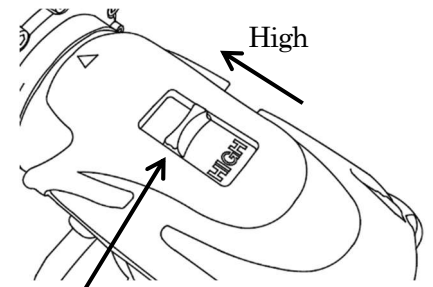

図D-2
3. バッテリーを充電器にしっかりと突き当たるまで挿入します。(図D-2)